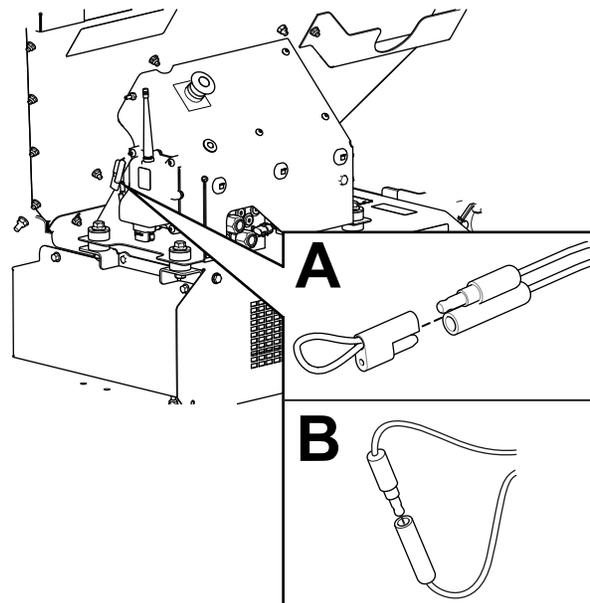

Bild 64
2. Ziehen Sie die unverlierbare Kappe von den zwei Diagnostik-Shuntsteckern ab (Bild 64 A).
3. Stecken Sie die Diagnostik-Shuntstecker zusammen (Bild 64, B).
2. Trennen Sie die Diagnostik-Shuntstecker (Bild 64 B).
3. Drücken Sie die unverlierbare Kappe auf die zwei Diagnostik-Shuntstecker (Bild 64, A).